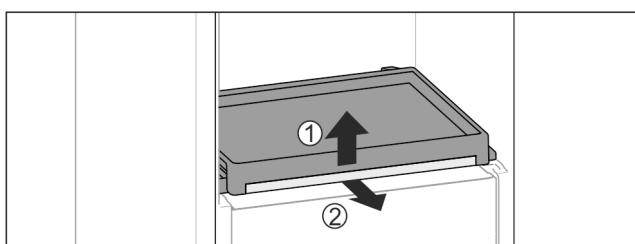

Fig. 95
- Odstranite izvlečno polico s stekleno ploščo: Stekleno ploščo spredaj rahlo dvignite Fig. 95 (1) in jo izvlecite naprej Fig. 95 (2).